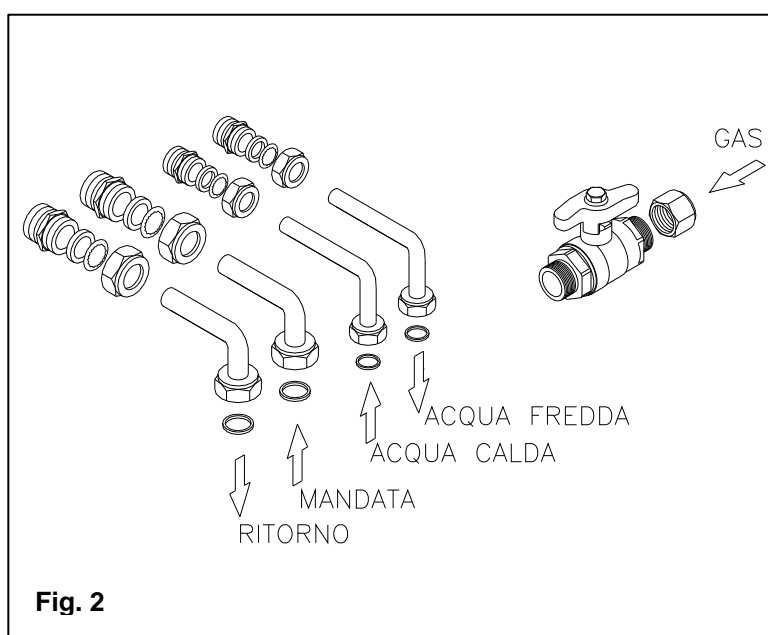

Fig. 2
- Per agevolare il montaggio la caldaia è dotata di un Kit di raccordi idrici (fig.2);